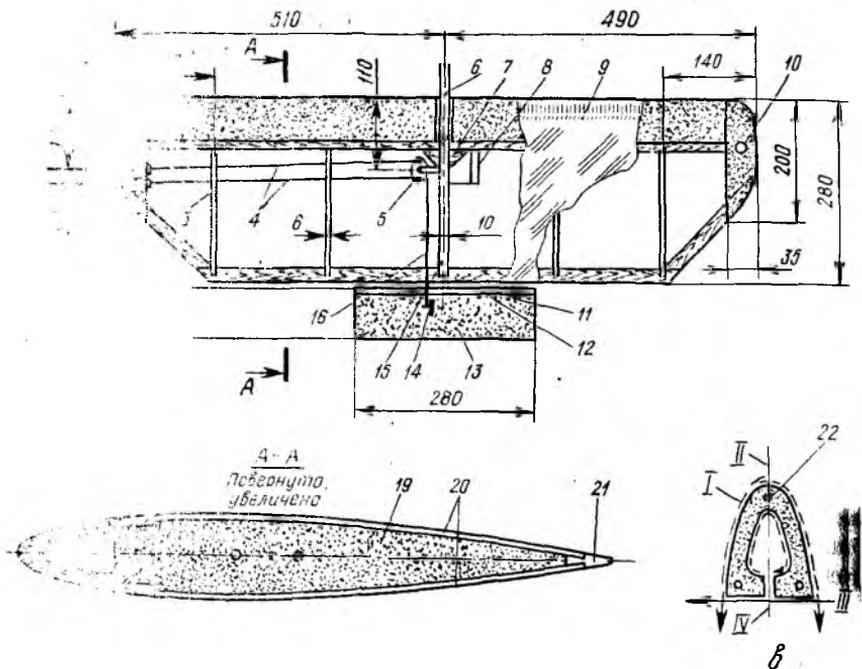

Рис. 39. Модель воздушного боя из пенопласта:
**Модель конструкции Ф. Коваленко** (рис. 39). Простую в изготовлении модель, с хорошей маневренностью разработал этот минский авиамоделист. Используя в основном при ее изготовлении пенопласт марки ПС, удалось построить «бойцовку» массой около 250 г.